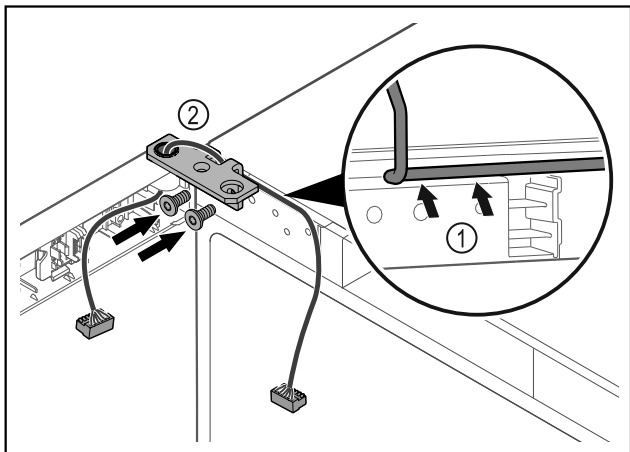

Fig. 45
- Poprowadzić kabel przez wgłębienie w zawiasie i ostrożnie go ułożyć Fig. 45 (1).
- Przykręcić zawias Fig. 45 (2).